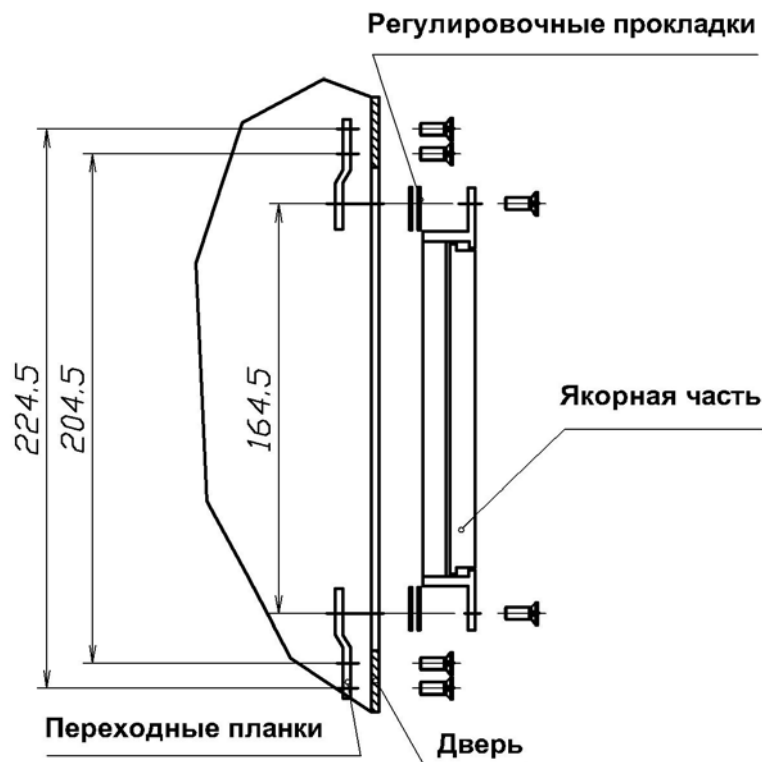

Рис. 5
- 6.7 Для монтажа ЗАМКА на металлические двери используются переходные планки, поставляемые отдельно. Пример монтажа в металлическую дверь показан на рис. 5.